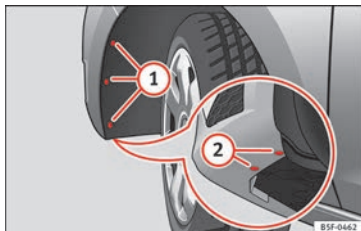

Fig. 112 Phare antibrouillard : accès au connecteur et au porte-ampoule.
- Retirez les 3 vis **fig. 112** ① de l'intérieur de l'aile et les 2 vis inférieures **fig. 112** ② du pare-chocs en vous servant d'un tournevis.